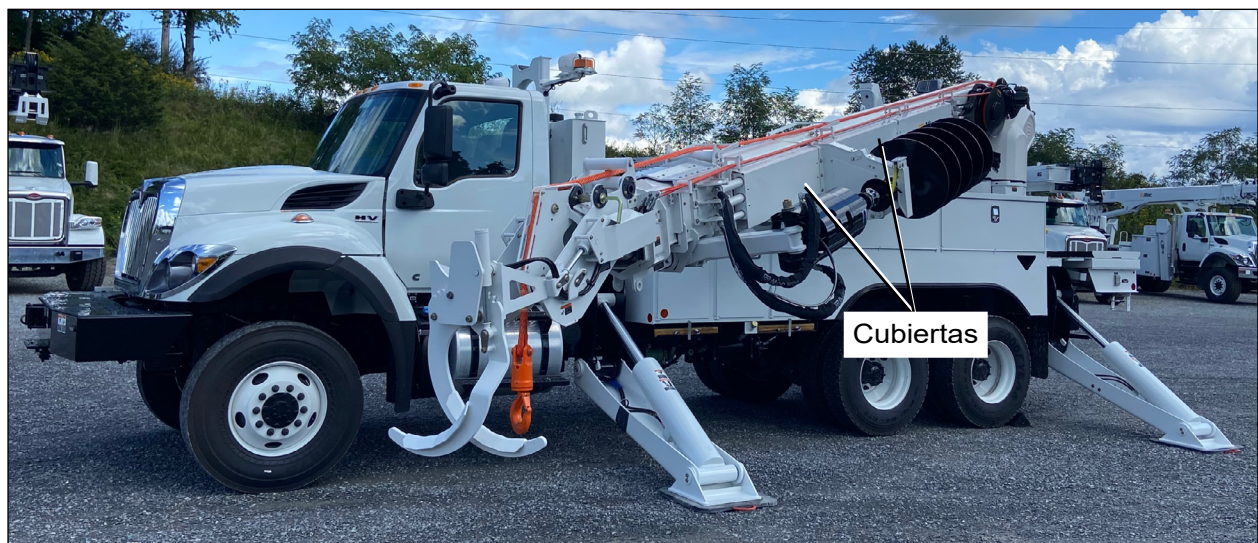

Figura 1 — Configuración de la unidad
3. Coloque la pluma de manera tal que se pueda llegar a la pluma inferior desde la plataforma de trabajo elevada (consulte la Figura 1).
6. Retire las cubiertas (consulte la Figura 1) para acceder a las juntas soldadas del soporte para almacenamiento de la barrena.